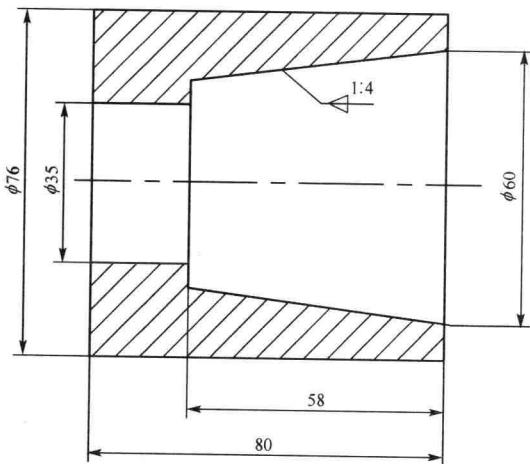

图 1-16 内腔切削（一）
- 3) 图 1-16 编程为保证轮廓尺寸，锥度孔应适当延伸。示意图如下。